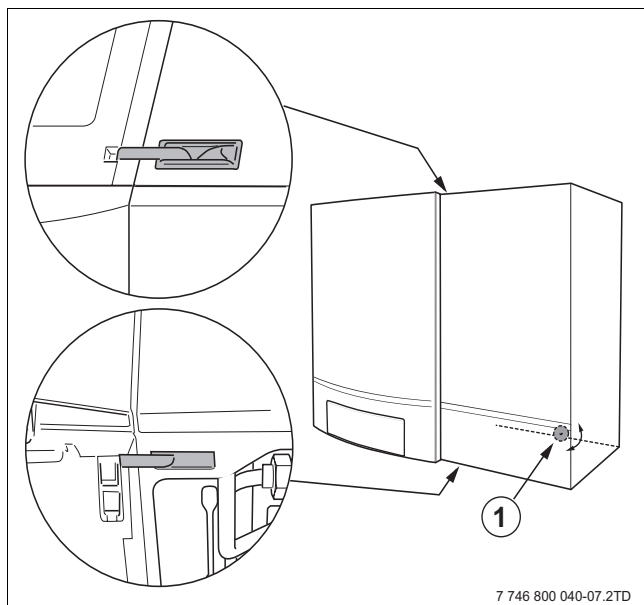

Рис. 15 Замыкание защёлок
- ▶ Установите защёлки в выемки котла (→рис. 15, выноска).